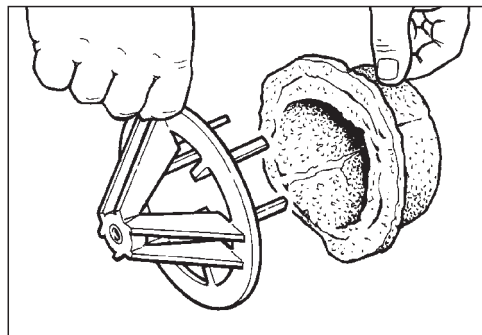

Fig. 29
- ◆ Togliere il coperchio cassa filtro (1) (lato sinistro) dopo aver svitato le due viti (2).
- ◆ Svitare le tre viti di fissaggio della gabbia-filtro (3).
- ◆ Rimuovere l'elemento filtrante (Fig. 29).